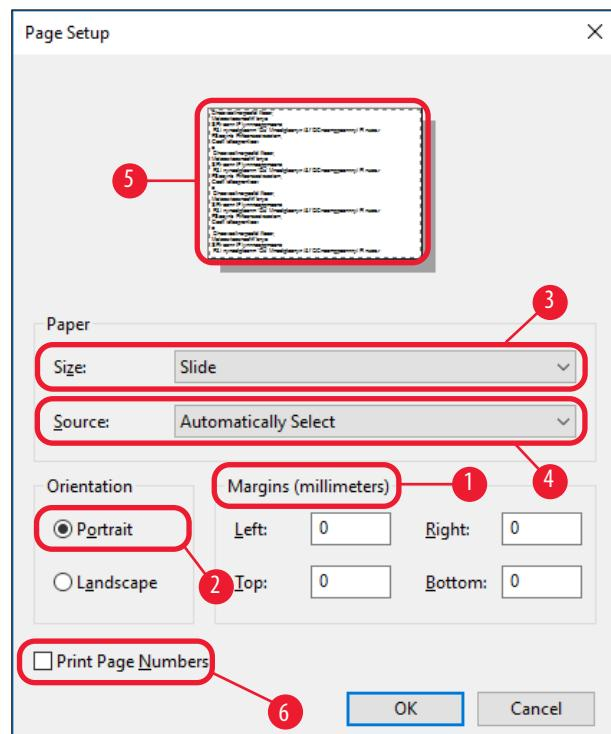

Рис. 42
- Прежде всего задайте настройки страницы: нажмите **File > Page Setup** (Файл > Настройка страницы) для открытия диалогового окна **Page Setup** (Настройка страницы) (→ "Рис. 42").